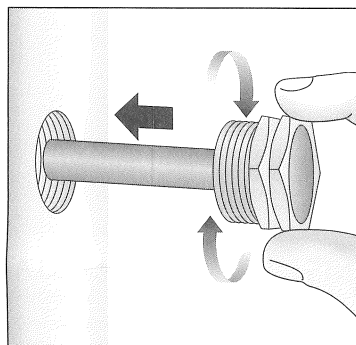
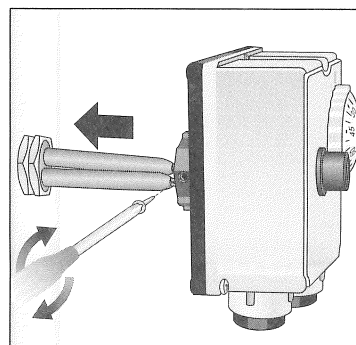

fig.3 - εικ.3
fig.4 - εικ.4
A) Zie fig.3 en fig.4
A) Véase las fig.3 y fig.4